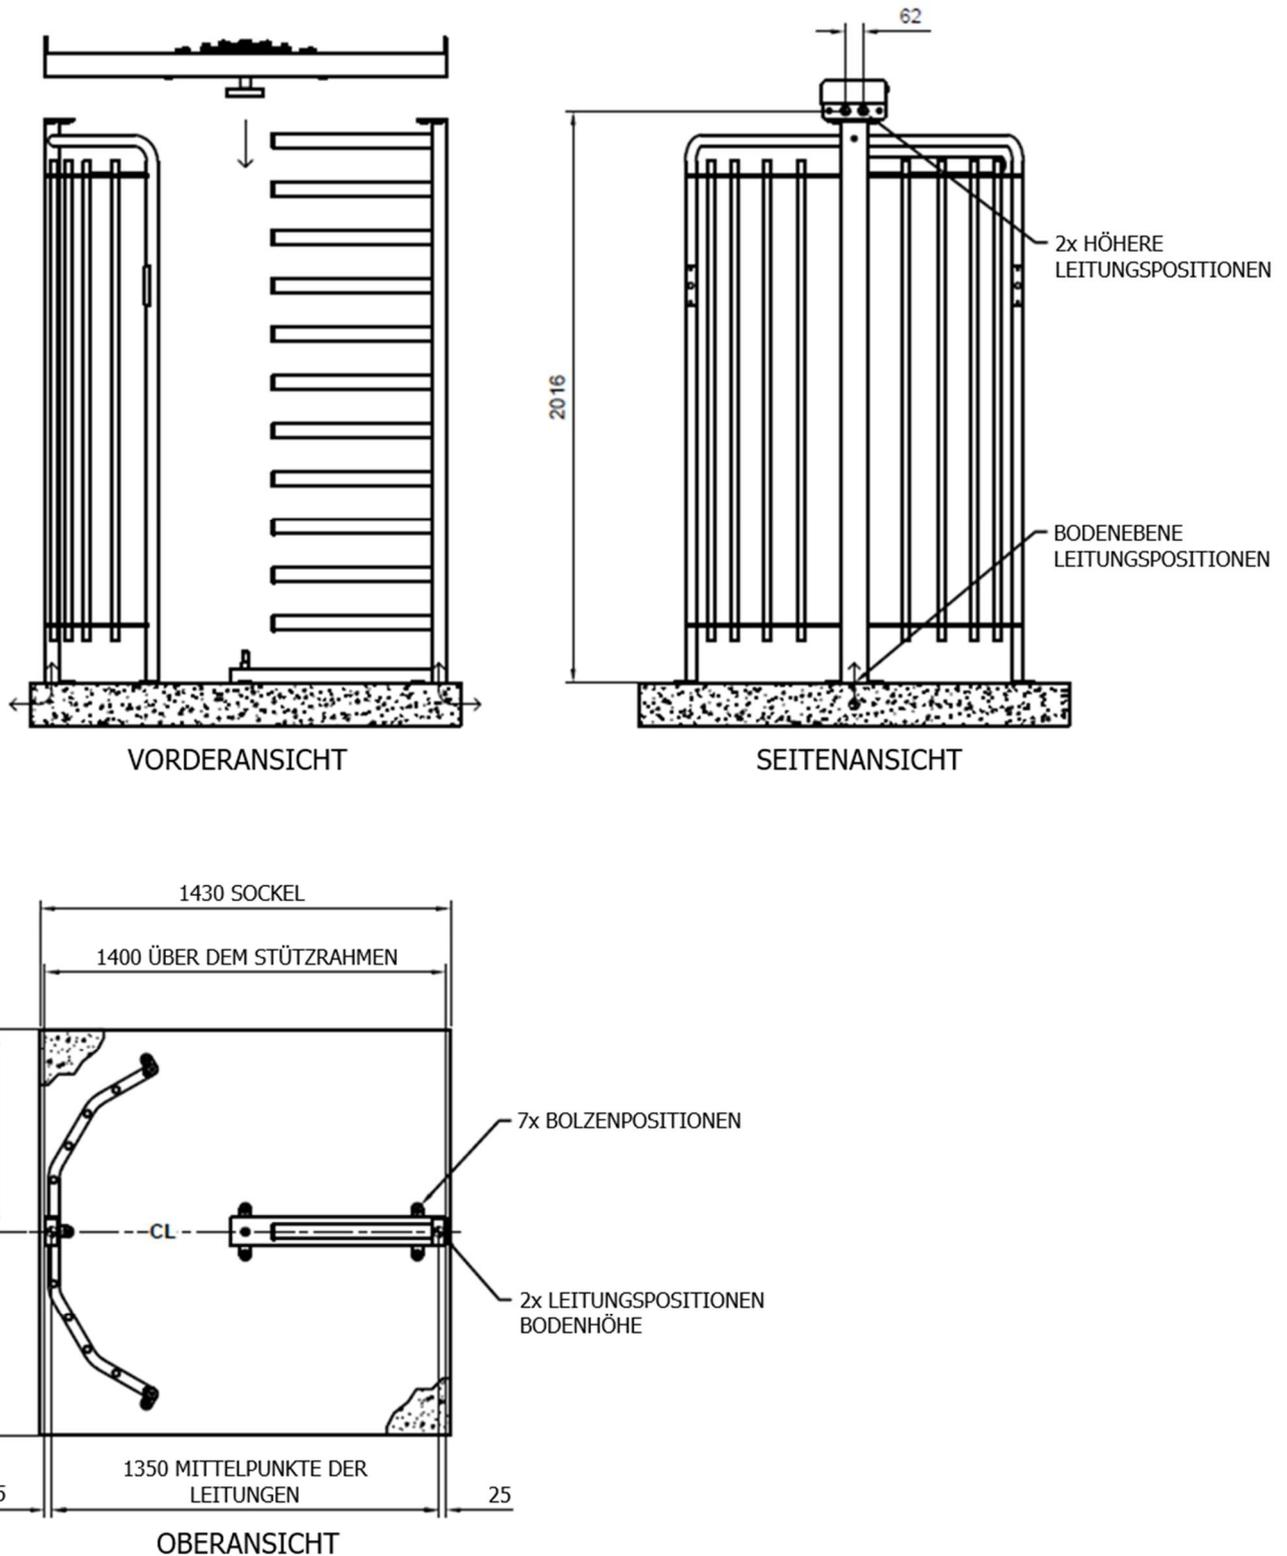

Abbildung 11: Einzel-Drehkreuze-Montage
- Einzel-Drehkreuz-Spezifikation: 1430 mm lang x 1430 mm breit x 125 mm tief, Beton mit 20 MPa Festigkeit. (Siehe Abbildung Abbildung 11)